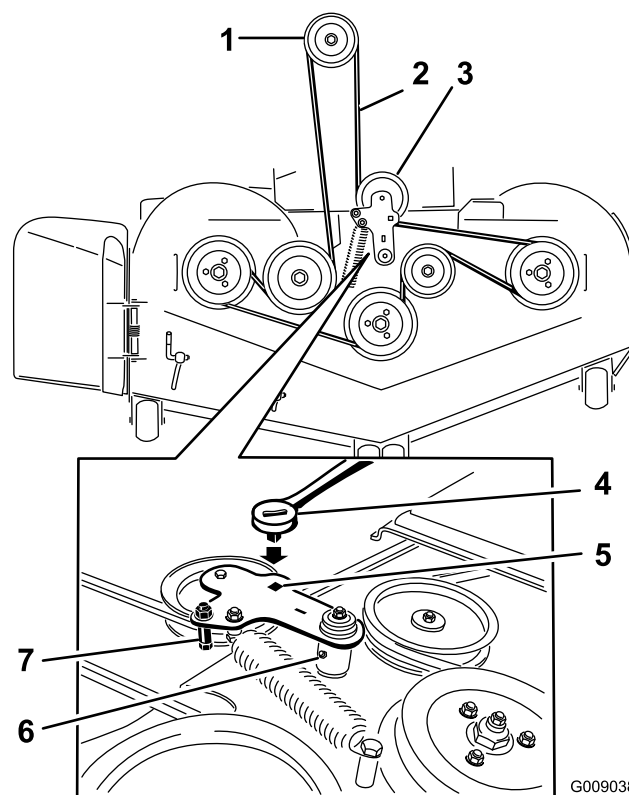

Figure 74
5. Insérez un rochet dans le trou carré du bras de la poulie de tension pour détendre le ressort de la poulie de tension (Figure 74).
7. Enlevez le guide de courroie situé sur le bras de la poulie de tension rappelée par ressort, comme montré à la Figure 74.
9. Acheminez la courroie neuve autour des poulies du tablier de coupe et de la poulie d'embrayage, sous le moteur (Figure 74).
10. Montez le guide de courroie sur le bras de la poulie de tension, comme montré à la Figure 74.
11. Insérez le rochet dans le trou carré et montez le ressort de la poulie de tension (Figure 74).